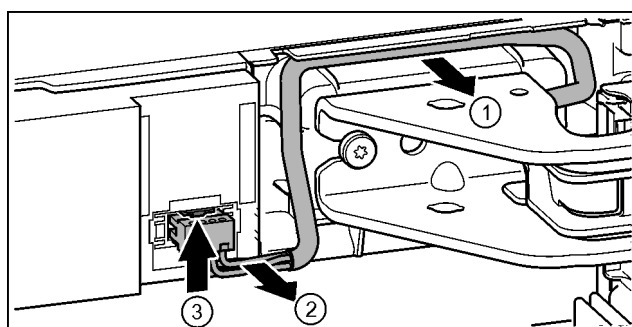

Fig. 18
- ▶ Kabel via de lagerbus voorzichtig uit de geleiding losmaken. Fig. 18 (1)
- ▶ Kabeldraad voorzichtig uit de schacht trekken. Fig. 18 (2)
- ▶ Las naar boven duwen en stekker voorzichtig eruit trekken. Fig. 18 (3)